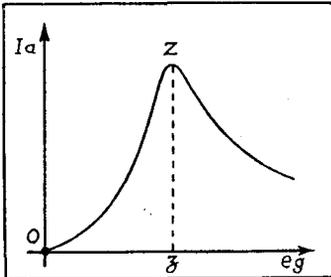

FIG. 3. — Caractéristique des lampes à cathode froide utilisées dans le montage de la figure 4.
Au lieu d'employer les tubes ordinaires pour limiter l'intensité des parasites induits dans l'antenne, on peut faire appel à des lampes spéciales à cathode froide (3) dont la caractéristique se compose, comme on le voit sur la figure 3, d'une branche montante et d'une branche descendante se raccordant au point Z. Les tubes, qui possèdent une telle caractéristique ne peuvent renforcer avec efficacité que les oscillations dont l'amplitude reste inférieure à l'abscisse du point Z, tous les autres signaux étant automatiquement supprimés.
(3) Ces tubes à cathode froide sont constitués comme des triodes, mais les électrodes doivent être beaucoup plus rapprochés de la cathode que dans celles-ci, pour permettre l'amorçage du tube. Naturellement, cette tension d'amorçage est assez élevée (N. D. L. R.).